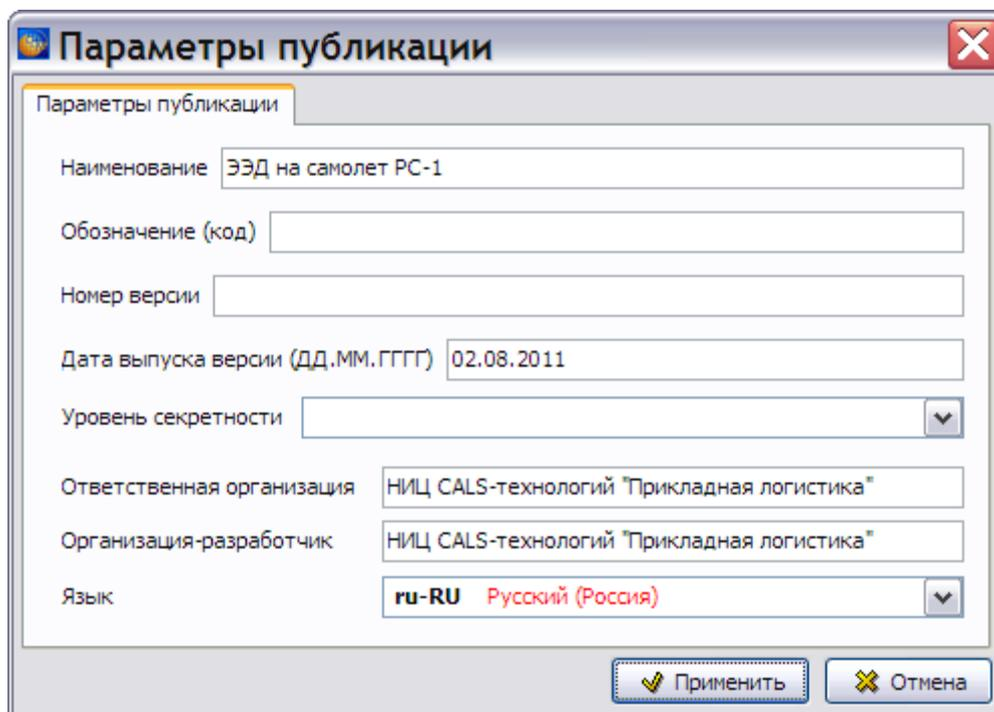

Рис. 209
2. В меню **Публикация** выберите команду **Редактировать**. После этого откроется окно **Параметры публикации** (Рис. 209).